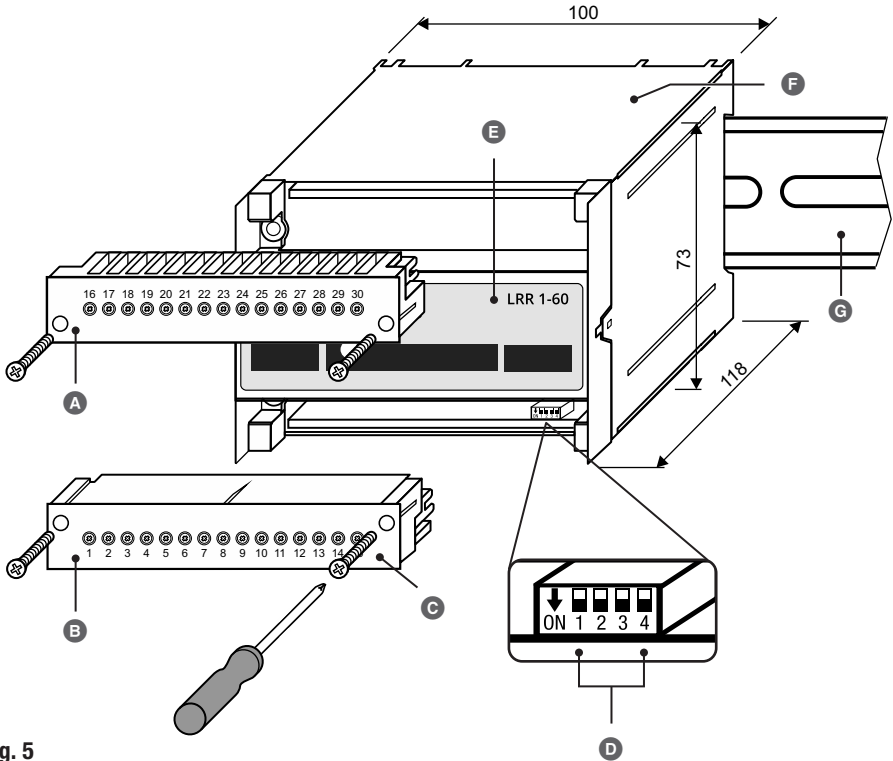

Fig. 5
Si besoin est, vous pouvez modifier à tout moment le débit en bauds et le groupe de régulateurs du régulateur de conductivité LRR 1-60 sur le commutateur code  (voir **Fig. 5**).
2. Dévisser le bornier inférieur et le retirer, voir **Fig. 5**.
3. Effectuer les réglages souhaités sur le commutateur code  (voir **Fig. 5**), voir page 23, **Fig. 8**.
Pour le fonctionnement, vous devez définir le groupe de contrôleurs et la vitesse de transmission pour le contrôleur de conductivité sur le commutateur de code **Ⓢ** Fig. 5. Le raccordement des différentes électrodes de mesure de conductivité et le paramétrage correspondant sur l'appareil de commande et de visualisation URB 60 permettent d'obtenir les fonctions de régulation souhaitées.